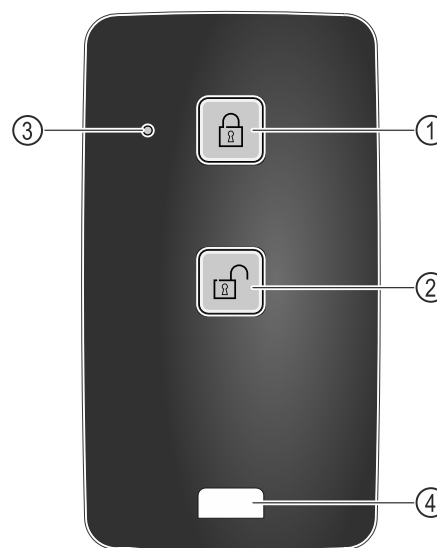

Fig. 149
- (1) Bloccare la serratura
- (2) Sbloccare la serratura
- (3) LED di stato
- (4) Occhiello di fissaggio
- Premere il tasto Fig. 149 (1) sul telecomando.
- Premere il tasto Fig. 149 (2) sul telecomando.
- Il LED di stato Fig. 149 (3) fornisce un feedback visivo quando viene premuto un pulsante.
- Occhiello Fig. 149 (4) per agganciare il telecomando, ad esempio a un portachiavi.